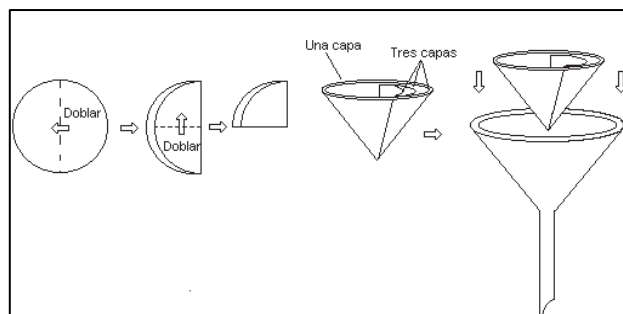

Figura 1. Procedimiento para doblar y colocar el filtro de papel en el embudo.
4. Preparar un filtro de papel como se muestra en la figura 1. Colocar el filtro en el embudo (moje el filtro para que quede bien adaptado al embudo).